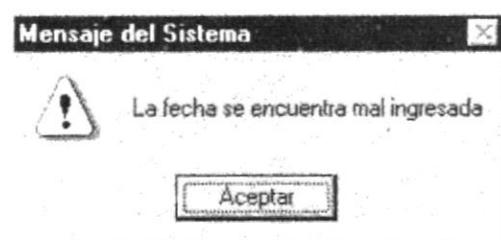

Figura 10.4 Mensaje de error: "La fecha se encuentra mal ingresada"
- Para ingresar la fecha inicial se establece el formato día/mes/año, donde el año debe tener los cuatro dígitos, si comete un error en el ingreso se le presentará el mensaje de la figura 10.4.